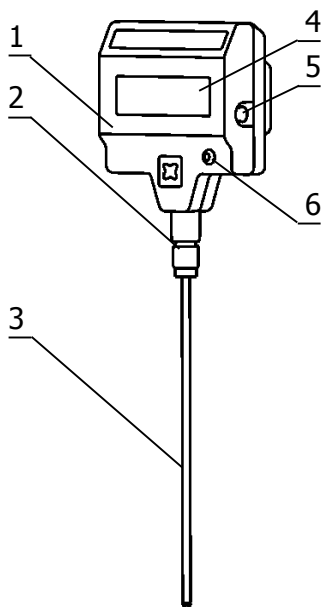

Рисунок 1 Общий вид термометра
2.2.3 Включить питание термометра кнопкой 6 (рисунок 1). Прибор не требует предварительного прогрева и сразу же готов к работе.
2.3.3 Для организации обмена данными с компьютером следует использовать кабель связи и программное обеспечение из комплекта поставки термометра. Один конец кабеля следует присоединить к разъему 5 (рисунок 1), а другой — к свободному последовательному порту компьютера.